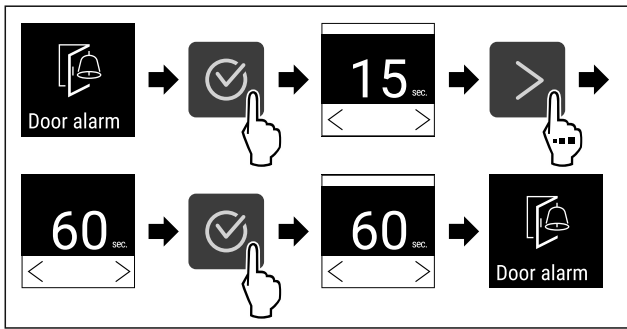

Fig. 117
- ▶ Végezze el a gyakorlati lépéseket (lásd Fig. 117) .